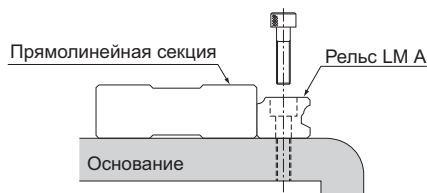

Рис.26
- (2) Поместите рельс А на основание и выровняйте его по линейке. Полностью затяните болты динамометрическим ключом. (Рис.26)